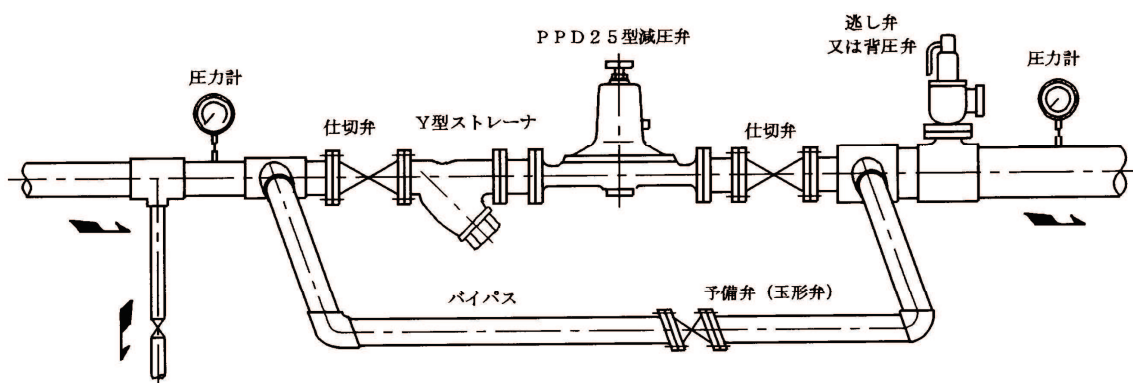

図 2 配管例図
<ul style="list-style-type: none">● 減圧弁は、最初の通気時の安全のために、未設定で納入します。 ご指定により設定して納入することもできますが、いずれの場合も最初の通気時は、慎重にゆっくりと実施してください。● 減圧弁を取り付ける前に弁箱内に異物が入っていたり、輸送中に減圧弁が破損していないかお確かめください。防止処置は施してありますが念のためお調べください。● 減圧弁を取り付ける前に配管内の清掃を充分に行ってください。作動不良の大部分は配管内の鉄屑・塵埃によるものですから、これらの除去には特にご留意ください。● 配管に際しては流体の流れ方向と弁箱に表示してある矢印の方向を必ず一致させ、水平配管に正立に取り付けてください。● 配管に際しては配管例図(図 2 参照)に示すように必ず Y 型ストレーナ、逃し弁または、背圧弁及び予備弁(玉形弁)を備え、さらに前後弁(仕切弁)と圧力計を取り付けるようご計画ください。
- 3.4 配管に際しては図 2 の配管例図に示すように必ずY型ストレーナ、逃し弁又は背圧弁及び予備弁(玉形弁)を備え、更に前後弁(仕切弁)と圧力計を取り付けるようご計画ください。